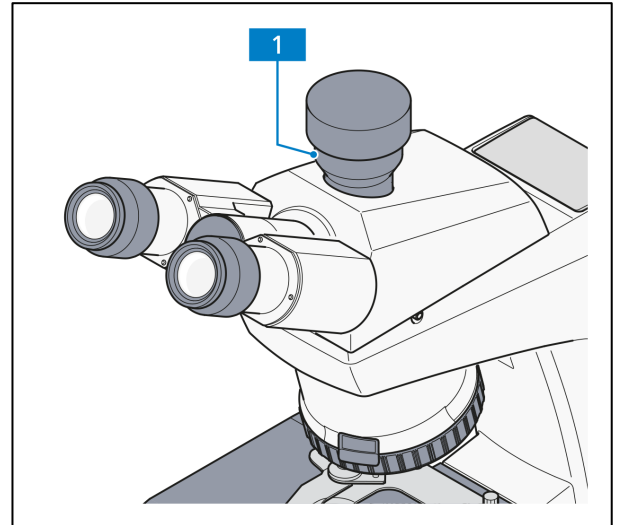
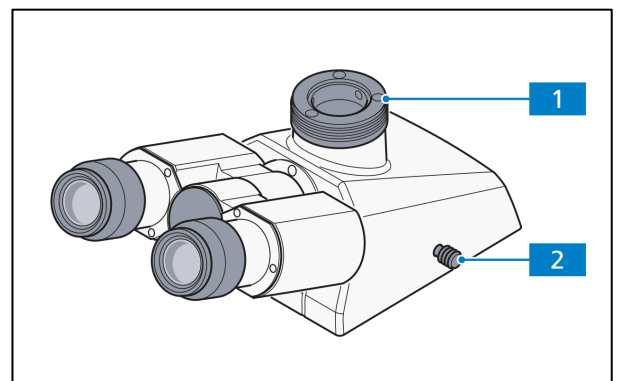
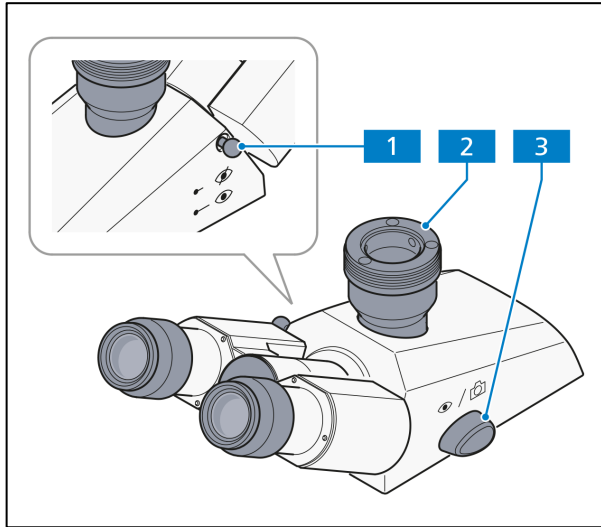

Abb. 2-8 Binokularer Fototubus 30°/23 mit fester Teilung 50:50
Abb. 2-9 Binokularer Fototubus 20°/23 mit Teilung 100:0/0:100, schaltbar
Abb. 2-10 Binokularer Fototubus 30°/23 mit Teilung 100:0/0:100, schaltbar
Am Fotoausgang (Abb. 2-8/1, Abb. 2-9/1 bzw. Abb. 2-10/2) der binokularen Fototuben können über entsprechende Adapter Spiegelreflexkameras, Mikroskopkameras und Videokameras angesetzt werden.
Das Licht wird zu je 50 % zu den Okularen bzw. zum Fotoausgang gelenkt (Abb. 2-8).
- Schubstange (Abb. 2-9/2) eingeschoben: 100 % Licht zu den Okularen.
- Schubstange (Abb. 2-9/2) herausgezogen: 100 % Licht zur Kamera.
- Schaltknopf (Abb. 2-10/3) nach vorn (Augensymbol):
- Schaltknopf (Abb. 2-10/3) nach hinten (Kamerasymbol):
- Schubstange (Abb. 2-10/1) hineingeschoben:
- Schubstange (Abb. 2-10/1) herausgezogen: